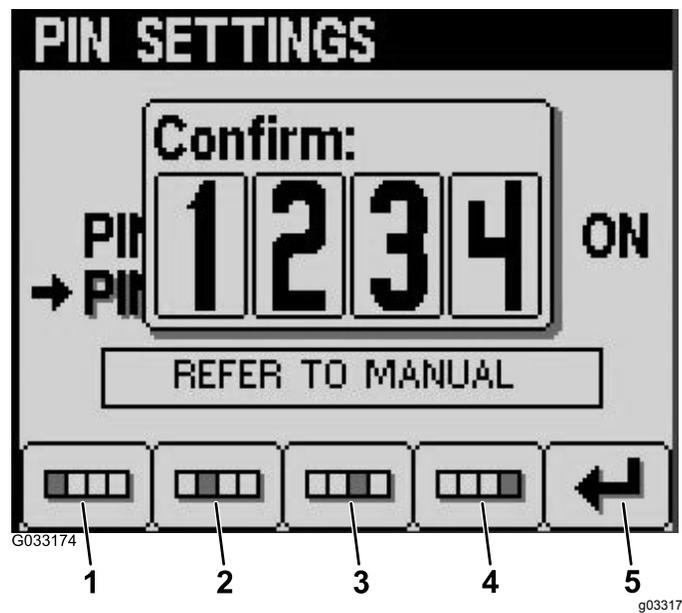

Рисунок 26
8. Подтвердите свой новый ПИН-код, введя его еще раз при помощи кнопок с 1 по 4 и по завершении ввода нажав кнопку 5 (Рисунок 26).